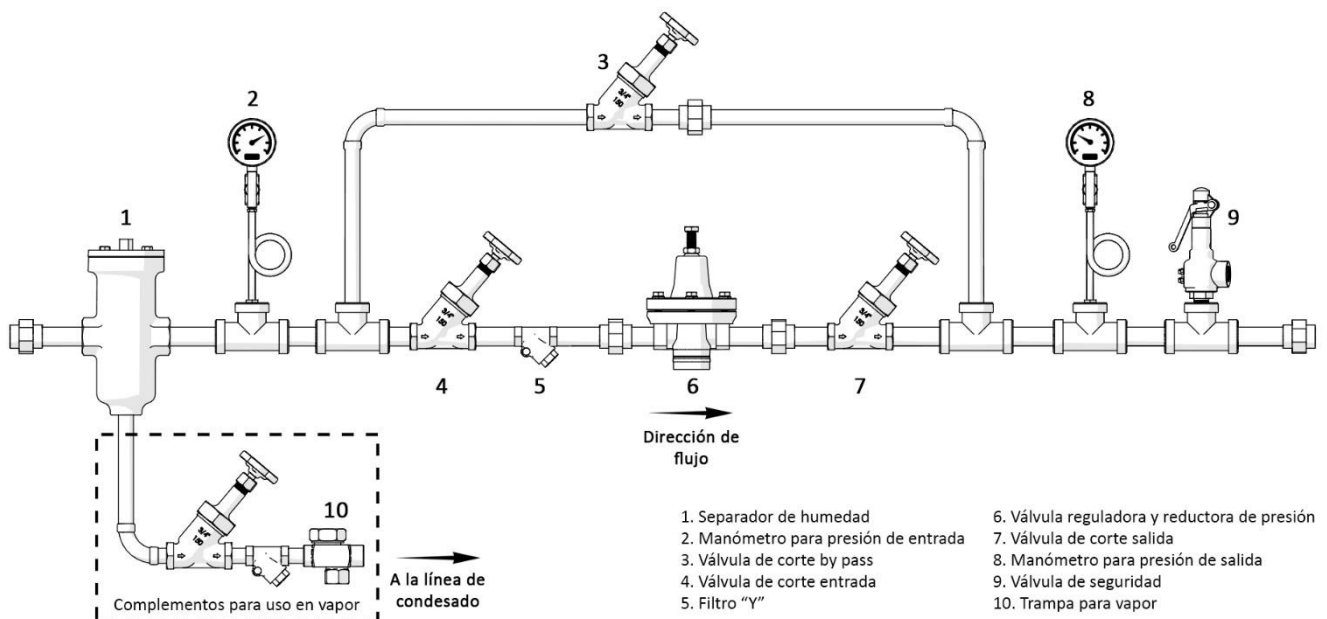

Fig. 6 Instalación típica de válvula reguladora y reductora con by pass
Las fig. 6 muestra el arreglo recomendado con by pass para una instalación correcta con todos los elementos de control, protección y medición necesarios para la correcta operación de la válvula reguladora y reductora, en caso de no tener su regulador instalado debe tomar en cuenta las siguientes recomendaciones:
- b) La válvula de corte a la entrada (numeral 4 de la fig. 6)
- c) La válvula de corte a la salida (numeral 7 de la fig. 6)
6. Gire el tornillo de ajuste en sentido de las manecillas del reloj para ajustar el regulador al valor de presión de salida deseado, apóyese en el valor que refleja el manómetro para presión de salida (numeral 8 de la fig. 6).